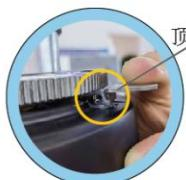

图 1
- ①图 1 单杯时间和双杯时间轻触可设置
- ②图 1 电机调速：无刷电机共有 4 个调节速度，1 档 1400prm/2 档 1600prm/3 档 1800prm/4 档 2000prm，转速越快出粉速度越快
- ③铣刀清洗：铣刀清理设定的杯数用完，轻触即可恢复原设定杯数
- ④铣刀更换：铣刀更换设定的时间用完，轻触即可恢复原设定时间
- ⑤恢复出厂设置，如果选择复位后，时间刀盘清理次数等将恢复到出厂设定值
①按下固定调整盘的顶针杆，使调整盘可以转动；
②保持顶针杆按下，同时左右移动调节杆即可调节出粉的粗细度。
③1-12档可调，数字越小磨粉越细，越大磨粉越粗。